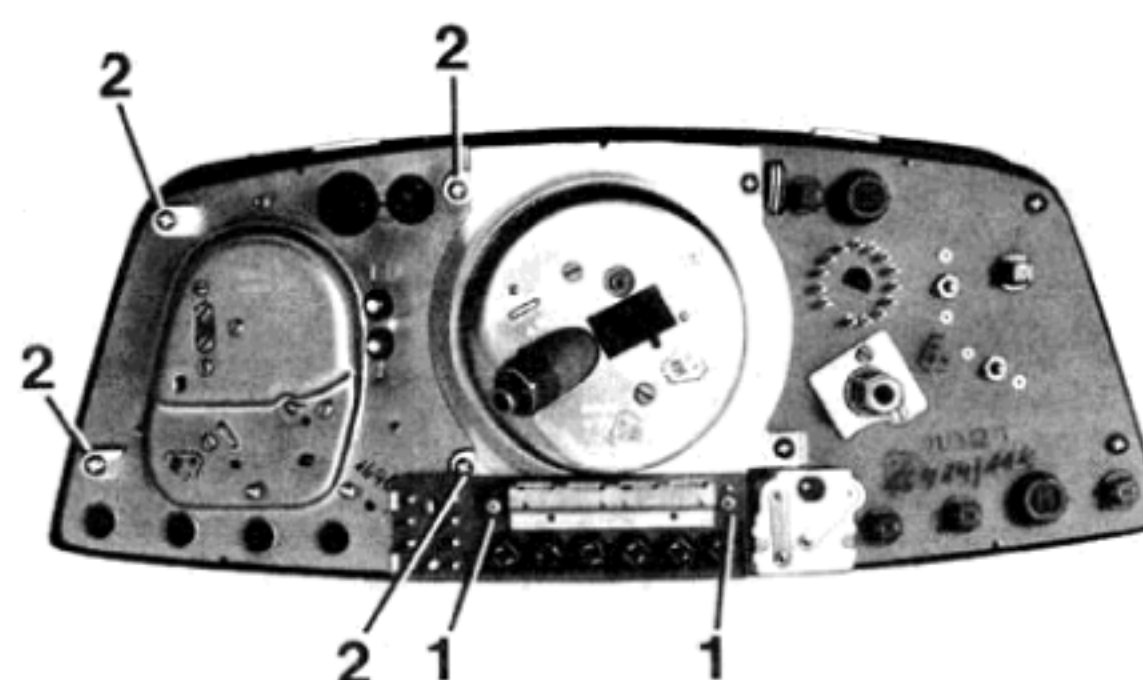

Bild 2
- 3 Wenn vorhanden, Ganganzeige ausbauen, dazu Schrauben (1) lösen (Bild 2).
- 4 Schrauben (2) der Zeituhr lösen und Zeituhr herausnehmen (Bild 2).